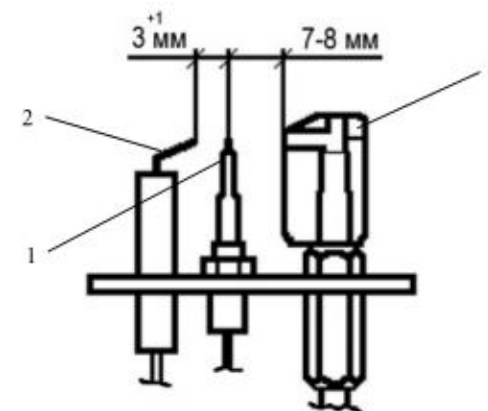

Рис.3. Горелка запальная.
- 1.1. Горелка запальная (рис. 3) предназначена для крепления запальника, термопары, свечи пьезорозжига.